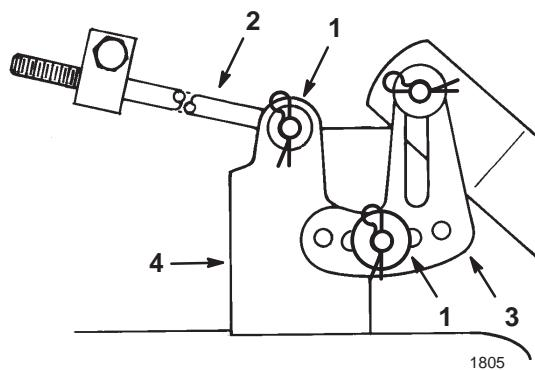

Bild 43
- 11.** Schieben Sie das Ende der langen Stange durch das Loch in der Mähwerkbefestigung (Bild 43).
- 13.** Montieren Sie die geschlitzte Mähwerknavellierhalterung am Stift am Schnitthöhenarm (Bild 43). Bringen Sie die Scheibe